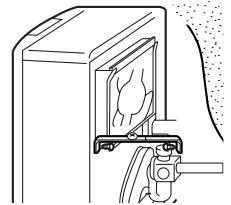

Figura 12
8. Una vez que haya terminado la instalación, asegure el Calefactor a la muralla por medio de las abrazaderas que vienen con el Calefactor. Asegúrese que el Calefactor quede en forma paralela a la muralla (Ver Figura 12).